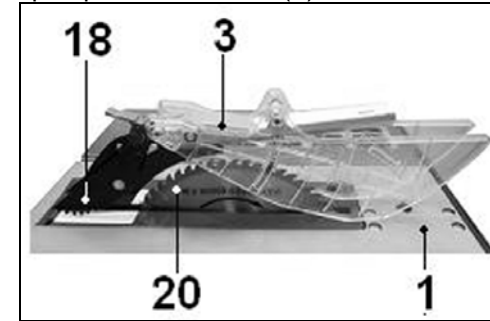

Рис.5.
8.3. Установка защитного кожуха (Рис.5)